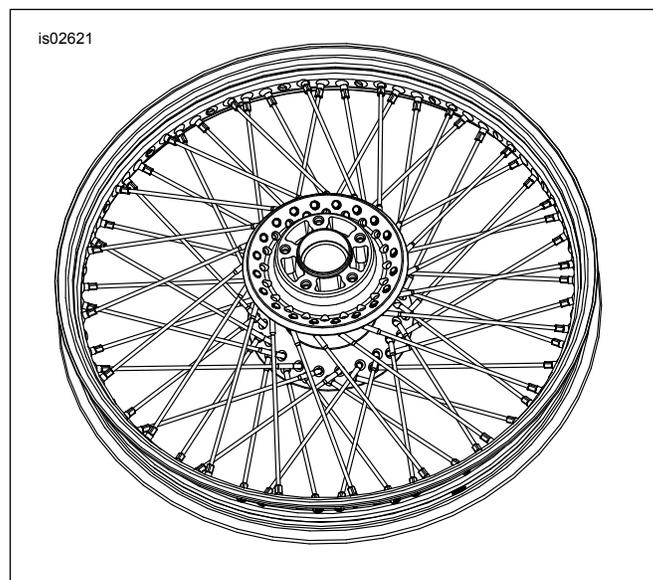

Figura 7. Instalação dos raios externos
7. Consulte Figura 7. Gire o aro de forma que o lado do disco de freio fique voltado **para baixo**. Coloque qualquer raio da fileira **externa** no cubo. Incline o raio no sentido anti-horário e insira-o no furo do aro inclinado para aceitá-lo. Monte a conexão do raio sem apertar muito.